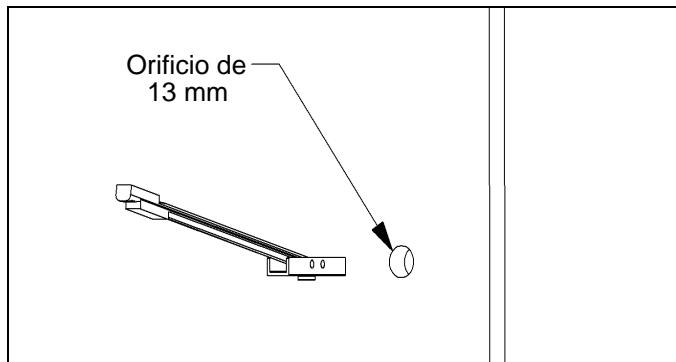

Figura 4.
- Determine una ubicación de montaje apropiada y coloque la placa de pared (10) en su sitio (véase "PIEZAS DE LA PLACA SOPORTE DE PARED" en la página 3).
- Taladre un orificio de 13 mm en la ubicación deseada, verificando que la pared tenga un espesor mínimo de 13 mm. Si la pared está hecha con columnas metálicas, se recomienda instalar el anclaje a través de la pared drywall y la columna metálica (véase la figura 4).